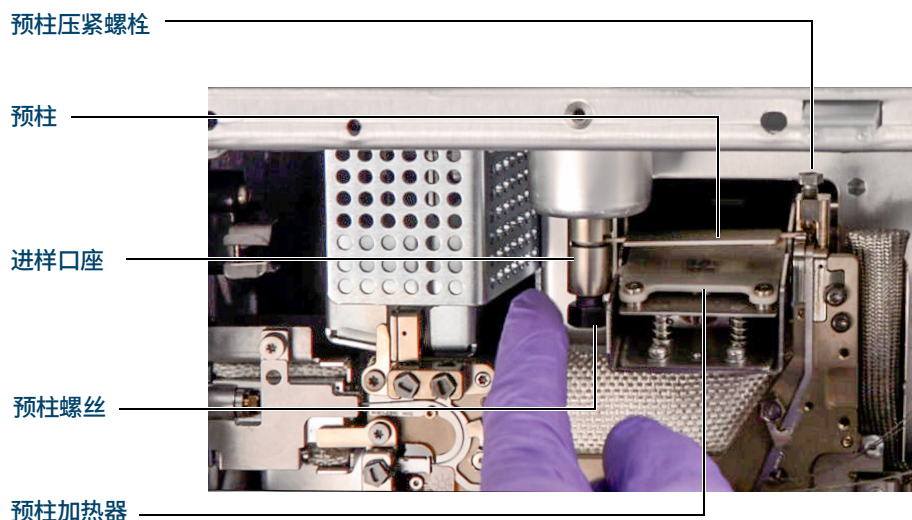

图 14. 预柱和相关部件
- 9 将压紧螺栓检修盖板拉出，以便扭矩扳手触及预柱压紧螺栓。（请参阅图 14（第 62 页）。）